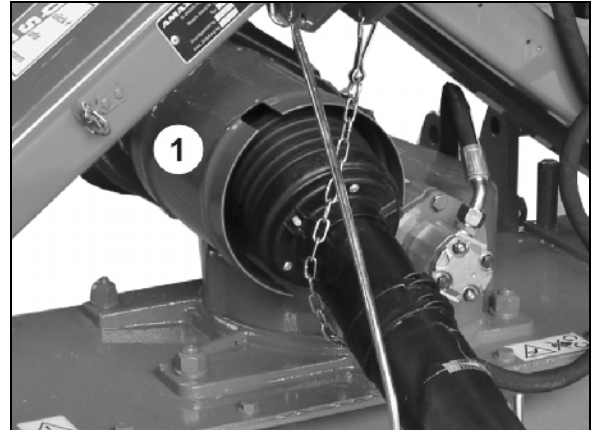

Bild 26
1. Demontera kraftöverföringsaxelns skydd på maskinsidan (Bild 26/1).